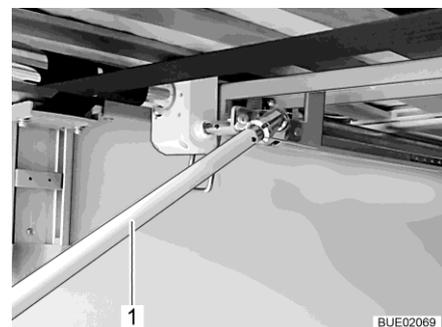

Bild 137 Kurbel in Heckgarage
- Um das Bett anzuheben: Kurbel (Bild 137,1) im Uhrzeigersinn drehen. Um das Bett abzusenken: Kurbel (Bild 137,1) entgegen dem Uhrzeigersinn drehen.